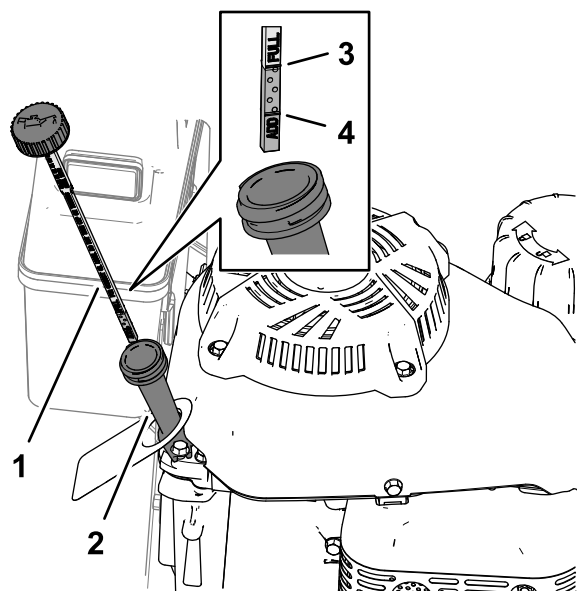

Рисунок 30
2. Очистите область вокруг масломерного щупа (Рисунок 30).